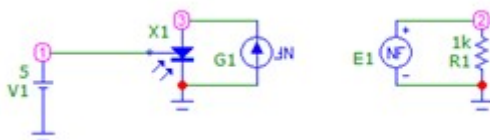
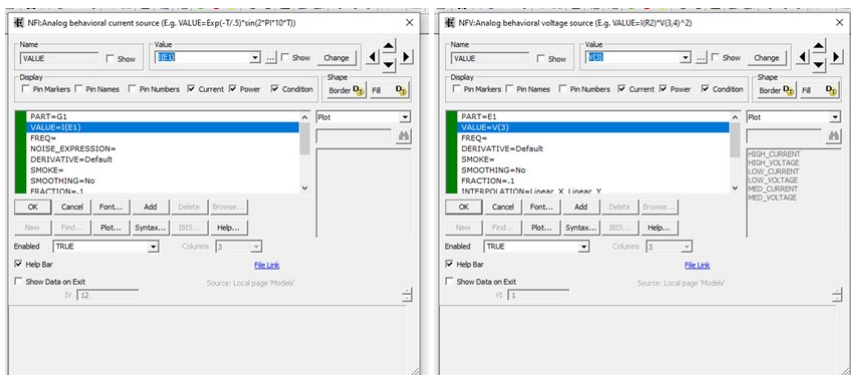

Рис. 2.7
Рис. 2.8
2.7. Постройте в программе Micro-CAP схему согласно рис. 2.7. Параметры зависимых источников G1, E1 приведены на рис. 2.8.